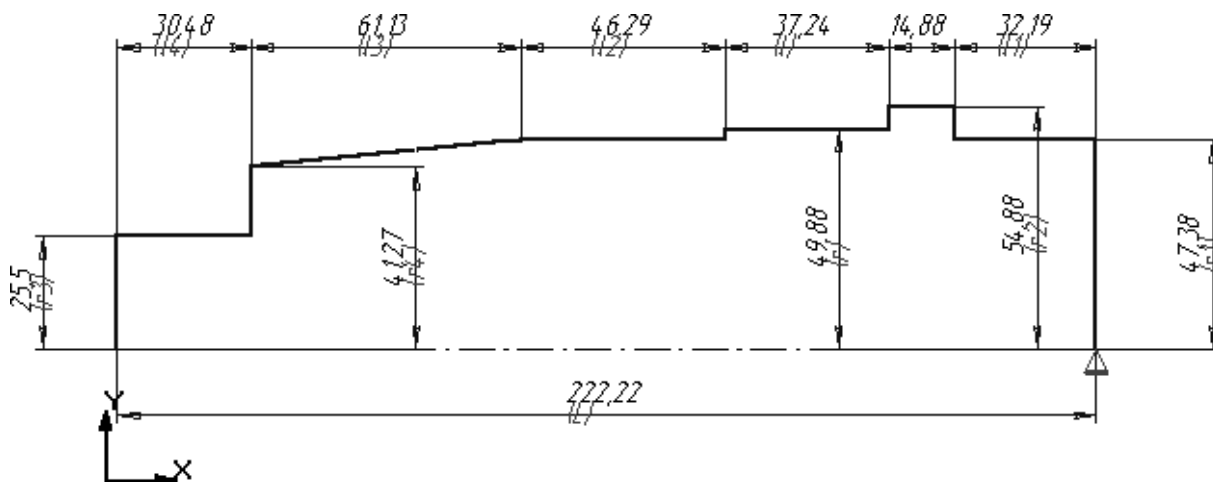

Рис. 4
7. Расставьте линейные размеры для длин и радиусов участков вала (см. рис. 4). При этом в окне диалога задавайте имя переменной, которая будет связана с размером (рис.5).